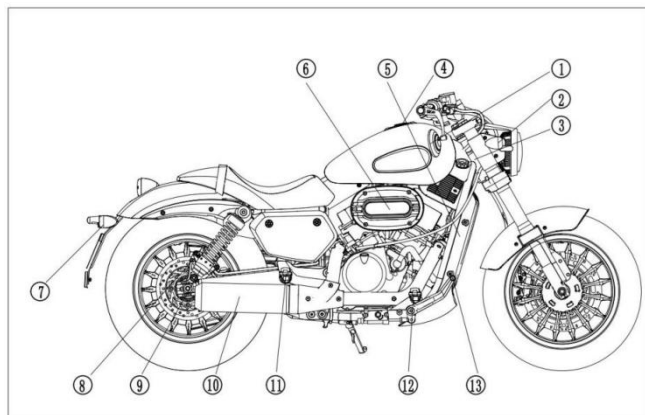
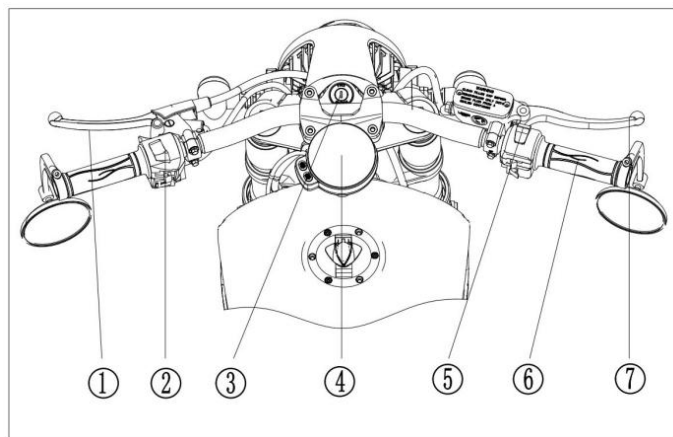

Fig.2
Fig.3
2. (Fig. 2)
- ① Specchietto retrovisore DX
- ② Indicatore di direzione singolo anteriore DX
- ③ Numero di telaio
- ④ Coperchio serbatoio
- ⑤ Targhetta
- ⑥ Filtro aria
- ⑦ Indicatore di direzione singolo posteriore DX
- ⑧ Pinza freno posteriore
- ⑨ Sospensione posteriore
- ⑩ Marmitta di scarico
- ⑪ Pedale posteriore DX
- ⑫ Pedale anteriore DX
- ⑬ Pedale del freno
3. (Fig. 3)
- ① Leva frizione
- ② Combinazione interruttore sinistro
- ③ Commutatore d'accensione
- ④ Quadro strumenti
- ⑤ Combinazione interruttore sinistro
- ⑥ Manopola acceleratore
- ⑦ Leva del freno anteriore